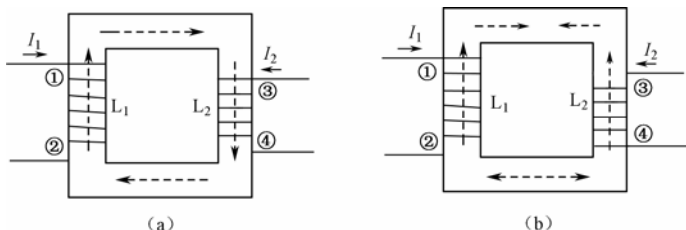

图 4-5 已知绕向的变压器极性判别
如果电流流过两个绕组，两个绕组产生的磁场方向一致，则两个绕组的电流输入端为同名端。如图 4-5 (a) 所示，电流 I_1 从①端流入一次绕组 L_1 ，它产生的磁场方向为顺时针，电流 I_2 从③端流入二次绕组 L_2 ， L_2 产生的磁场也为顺时针，即两绕组产生的磁场方向一致，两个绕组的电流输入端①、③为同名端。
个绕组的电流输出端为同名端。如图 4-5 (b) 所示, 绕组 L_1 产生的磁场方向为顺时针, L_2 产生的磁场为逆时针, 即两绕组产生的磁场方向相反, 绕组 L_1 的电流输入端①与 L_2 的电流输出端④为同名端。
(2) 对于已封装好、无法知道绕向的变压器